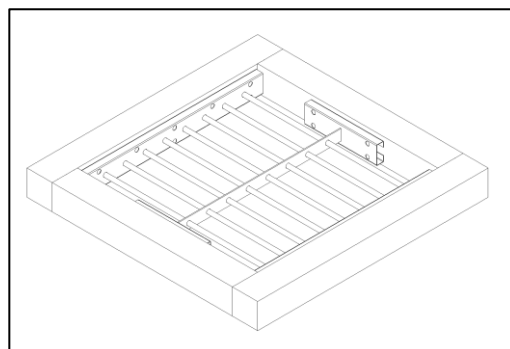

Bild 14
6. Gesamtes Einbruchgitter wird an der Unterkonstruktion befestigt (**Bild 14**).